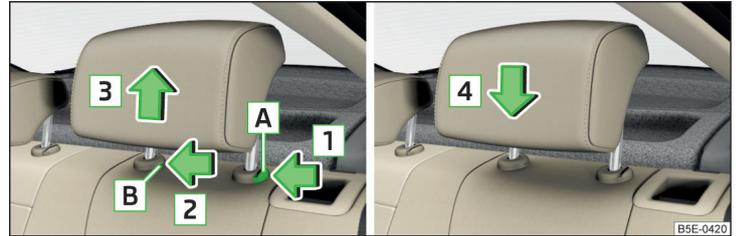

Abb. 70 Kopfstützen hinten: ausbauen/einbauen
- Die Sicherungstaste **A** in Pfeilrichtung **1** » Abb. 70 drücken, gleichzeitig mit einem flachen Schraubendreher mit einer Breite von max. 5 mm die Sicherungstaste in der Öffnung **B** in Pfeilrichtung **2** drücken.